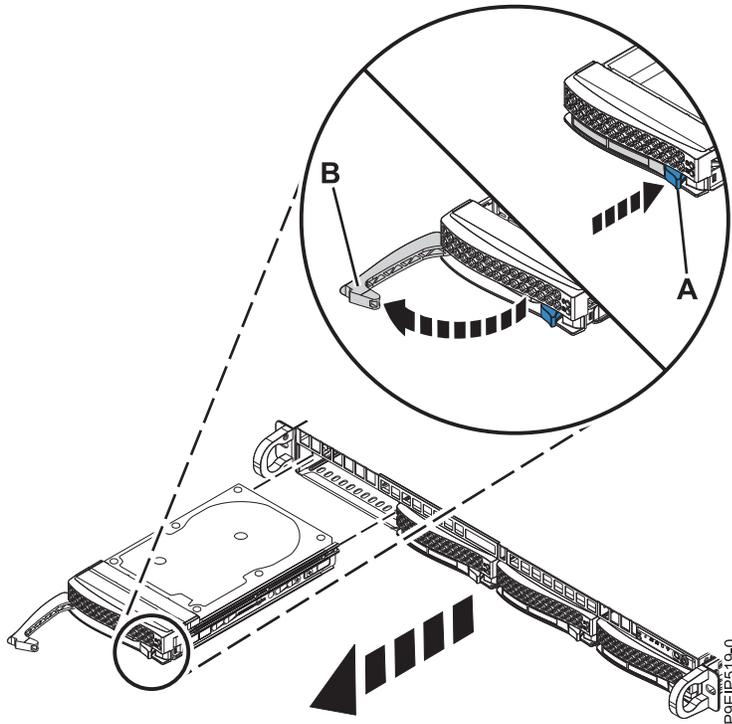

Figura 1. Extracción de una unidad frontal
3. Desbloquee el asa de la bahía de unidad **(B)** presionando el pestillo del asa **(A)** como se muestra en la Figura 1 en la página 5. El asa **(B)** queda fuera hacia usted. Si el asa no queda totalmente hacia fuera, la unidad no se desliza fuera del sistema.